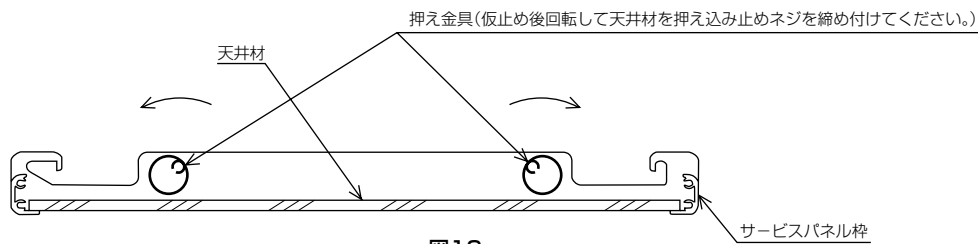

図16
- 押え金具を回転し、天井材を押し込み、止めネジを締め付け固定します。(図16)